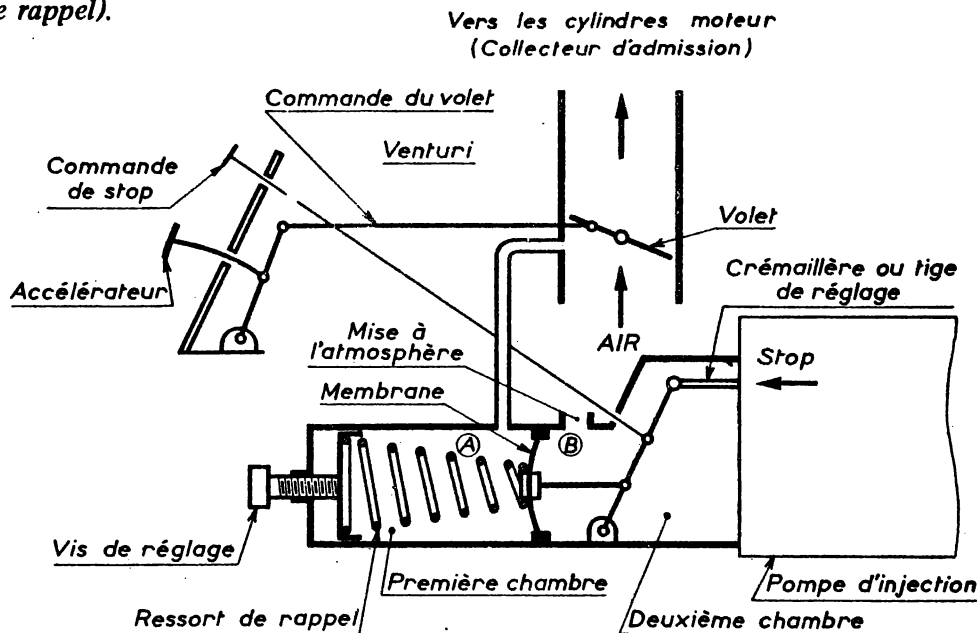

Fig. 1
Le régulateur à dépression (fig. 1) est constitué par deux chambres séparées par une membrane soumise à l'action d'un ressort.
- L'ouverture minimum correspond à la vitesse de ralenti (fig. 1);
Pour faire varier l'avance à l'injection, on peut utiliser des pistons dont le dessus, au lieu d'être plat, présente une rampe généralement hélicoïdale (fig. 1).
- à fin d'injection fixe : le bord inférieur du piston est circulaire (fig. 1 a) ;
- à fin d'injection variable : le bord inférieur du piston présente aussi une rampe hélicoïdale (fig. 1 b).